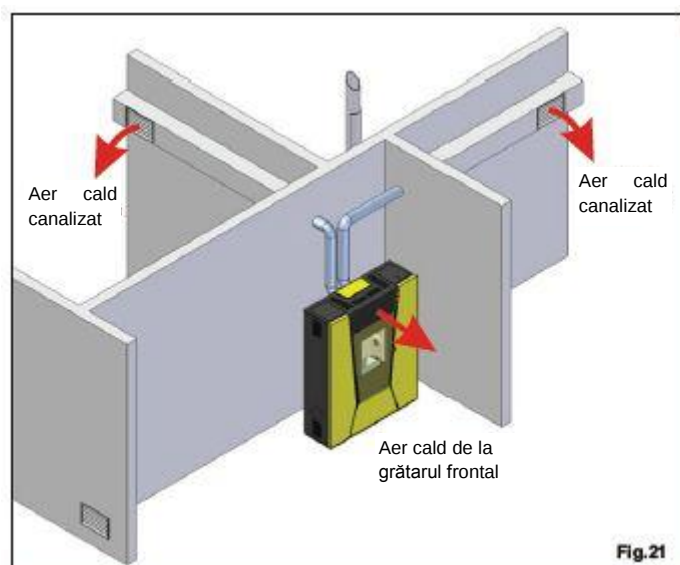

Fig.21
- Dacă se realizează canalizarea aceasta se va face la ambele duze (fig. 21).
SCHEMA DE DISTRIBUȚIE AER CALD (fig. 21)